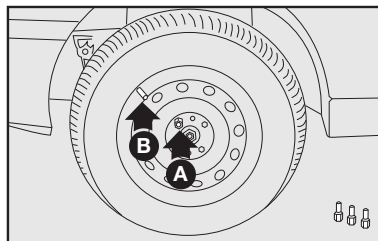

fig. 13
7) Atarraxar apenas um dos parafusos **A**–**fig. 13**, em correspondência com a válvula de enchimento **B**.